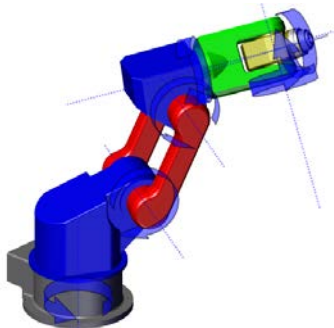

图 8-98 设置父子角色间的运动机构链接关系
STEP 3 设置底座的链接类型为“刚性”，其余子特征（除左机械臂外）的链接类型为“枢轴”，如图 8-98 所示，并根据需要设置各子特征枢轴的位置和枢轴的旋转方向（部分无法对